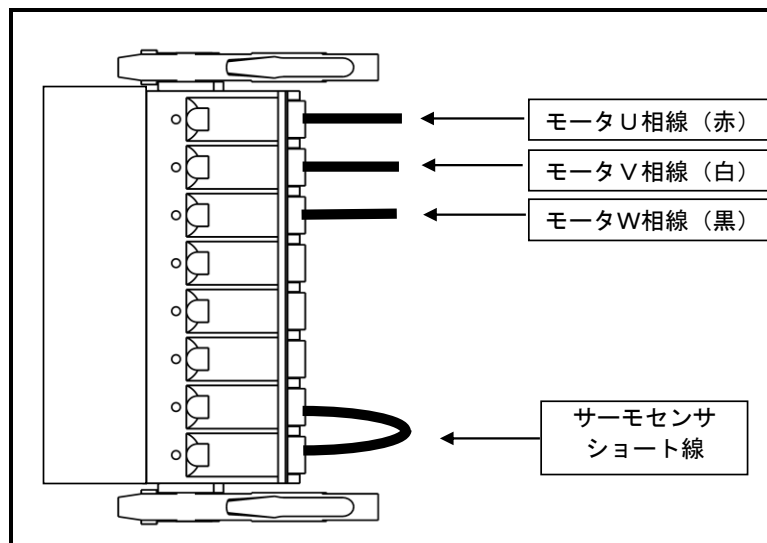

図 A-22：出荷時のモータケーブル接続状態
- (1) 現状のモータケーブルが「図 A-22：出荷時のモータケーブル接続状態」の状態であることを確認します。